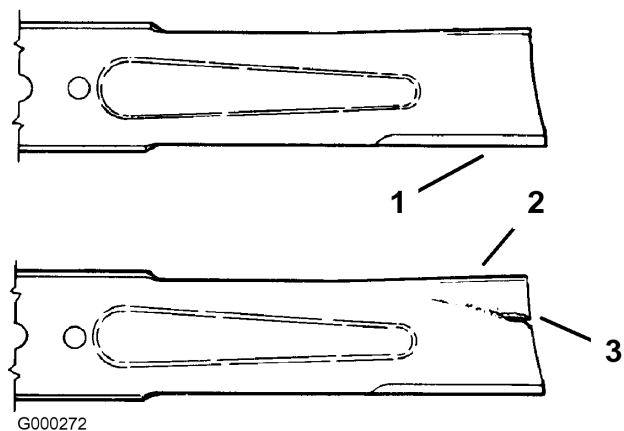

Figure 55
1. Examinez le tranchant des lames (Figure 55). Si les lames ne sont pas tranchantes ou si elles présentent des indentations, déposez-les et aiguisiez-les (voir Aiguisage des lames).
2. Inspectez les lames, surtout la partie incurvée (Figure 55). Remplacez immédiatement toute lame usée, endommagée ou qui présente une entaille (repère 3 de la Figure 55).